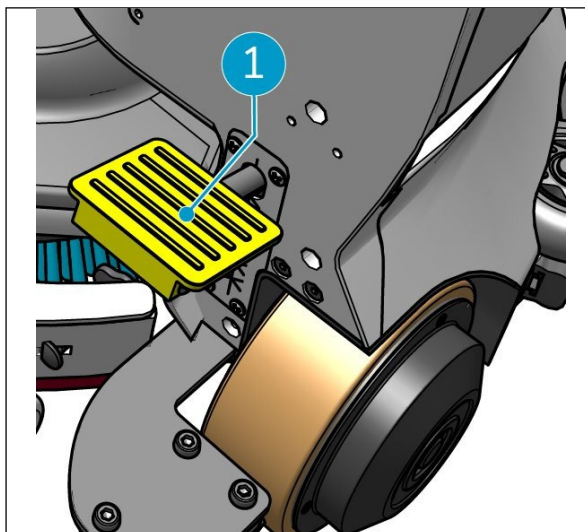

Figura 46
5. Pise el pedal (Figura 46, pos. 1) situado en la parte inferior de la unidad principal para separarla de la i-mop XL.